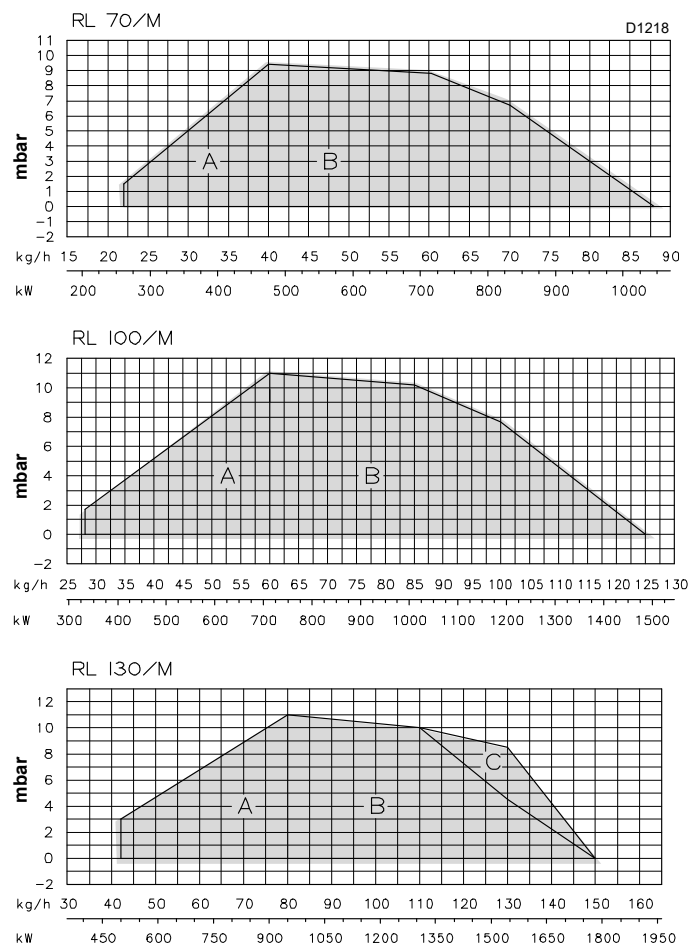

Fig. 3
4.4 Plages de puissance (Fig. 3)
Diagrammes (Fig. 3):